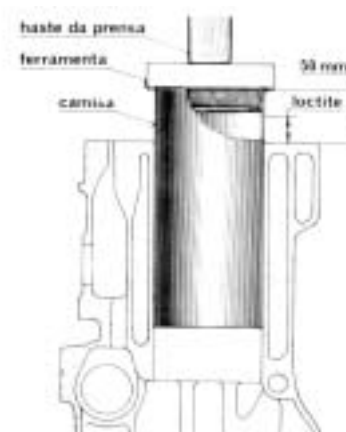

FIG 15
2. Com a ferramenta número 81 30 410 e uma prensa, pressione a camisa até 50 mm da posição final . **Fig. 15**.